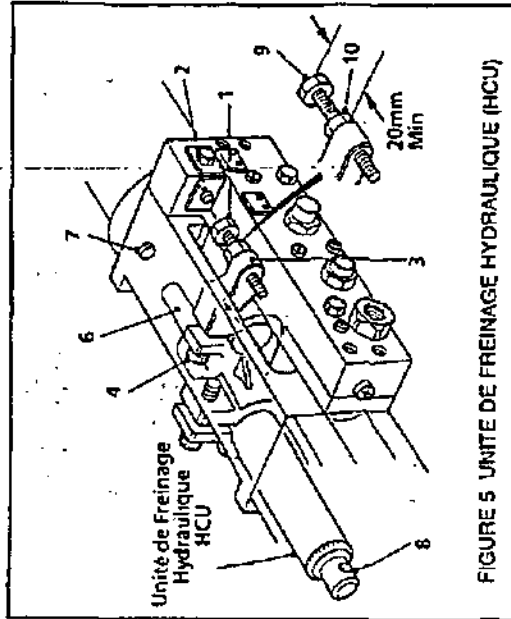

FIGURE 5 UNITÉ DE FREINAGE HYDRAULIQUE (HCU)
**REGLAGE D'UNE OPERATION DE PERÇAGE (Voir Figure 5)**
Utiliser (9) Figure 5 pour le réglage final de la profondeur.
Bloquer à l'aide de (10) Figure 5.
Le bout du taraud DOIT être au moins à 14 mm au-dessus de la pièce pour tenir compte du déplacement d'engagement d'inversion de la tête de taraudage. Régler la distance entre (2) et (1) Figure 5 à la profondeur de taraudage PLUS la distance du taraud au-dessus de la pièce.